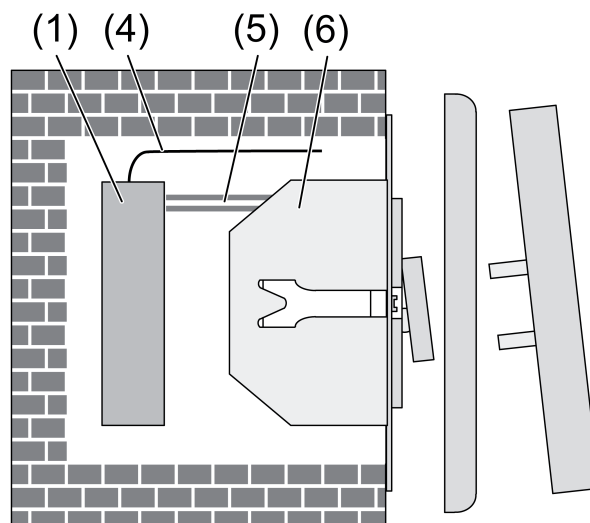

Figure 5
L'émetteur est installé dans un boîtier d'appareillage derrière un interrupteur sans potentiel ou derrière le poussoir (6) (figure 5).